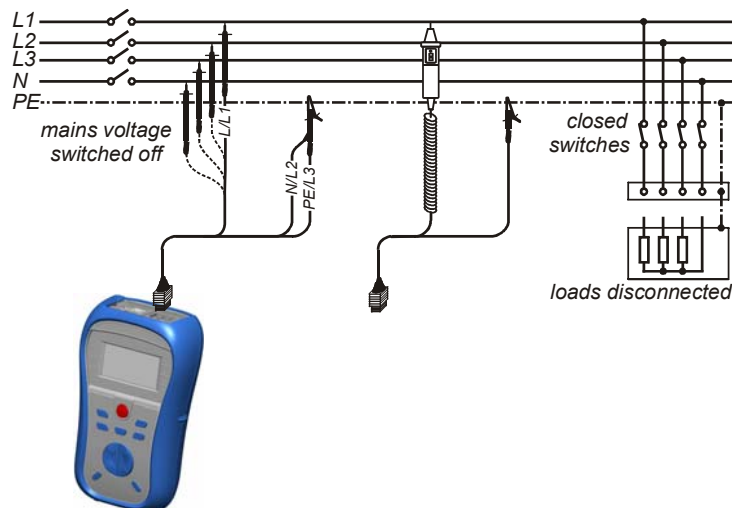

Bild 5.6: Anschlüsse für die Messung des Isolationswiderstandes
- ❑ **Schließen** Sie die Prüfleitung am Instrument und am Prüfling an (siehe Bild 5.6).